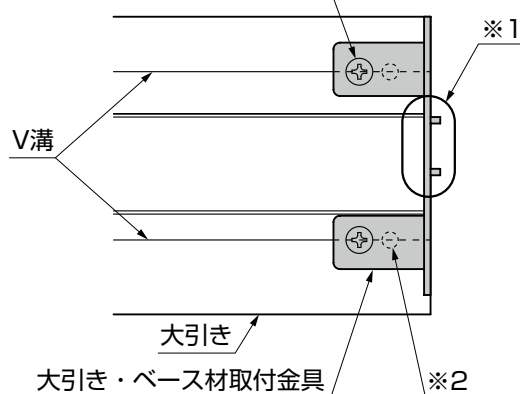

図4-2
- 大引き・ベース材取付金具は穴と大引きのV溝を合わせ、金具中央部のフィンの方(※1)だけが大引き端面から出っ張るように取付けてください。(図4-2参照)